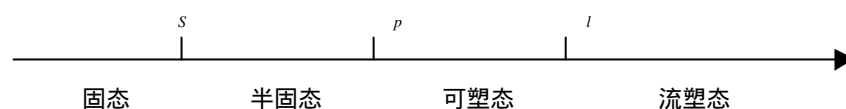

图 2 土的状态变化图
(2) 粘性土软硬程度的判定。对于同一种粘性土,当其含水率小于某一限度时,粘结水膜很薄,土颗粒靠得很近,因而土粒间粘结力很强,这时土就是坚硬的固态或半固态,强度很大。随着含水率的增加,水膜加厚,土粒间距离加大,薄膜水会变形,于是土就成为“可塑”状态(指土在外力作用下可以塑成任何形状而不产生裂缝,当外力取消后还能保持所得形状的状态)。如果含水率继续增加,超过结合水量而出现非结合水(毛细水或重力水)时,土粒距离超过了土粒相互作用的范围,就失去联结能力而易移动,土开始呈流态,这时土不再具有塑性而能够流动,力学强度急剧下降。以上说明,随着土中含水量的增加,土的状态发生变化。依次呈现出固态——半固态——可塑态——流塑态(如图 2)。因此,从塑性着眼,有两个标志土的状态发生变化的含水率,即土工试验中测得的塑限 w_p 和液限 w_l 。
基础设计规范》中规定 $I_L < 0$ 粘性土为半干硬, $0 < I_L < 1$ 粘性土为可塑, $I_L \geq 1$ 粘性土为流塑。由图 2 不难看出当 $I_L \geq 1$ 时,即 $w \geq w_l$,土体为流塑态;当 $I_L < 0$ 时,即 $w < w_p$,土体为固态(固态与半固态可都看为固态);当 $0 < I_L < 1$ 时,即 $w_p < w < w_l$,土体为可塑态。